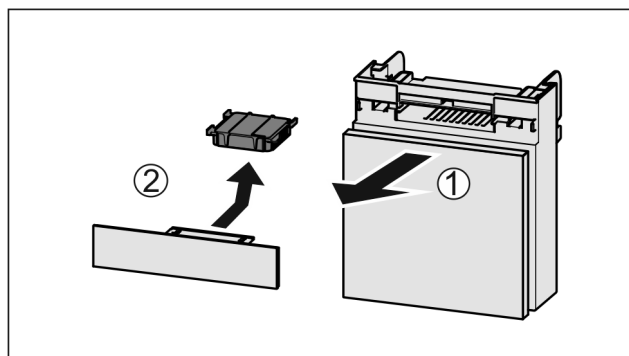

Fig. 111
- ▶ Træk rummet fremad Fig. 111 (1).
- ▶ Tag aktivkulfilteret Fig. 111 (2) ud.